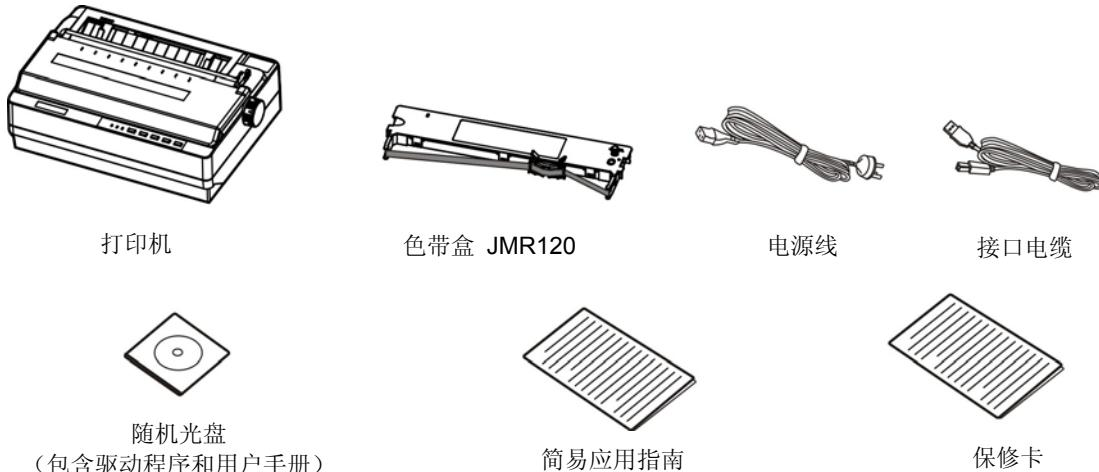

图 1-1 打印机及其附件
在打印机包装箱内，应具有以下各项：(1) 打印机；(2) 色带盒 JMR120；(3) 电源线；(4) 接口电缆；(5) 随机光盘；(6) 简易应用指南；(7) 保修卡（如图 1-1 所示）。如有遗漏，请向有关经销商联系。